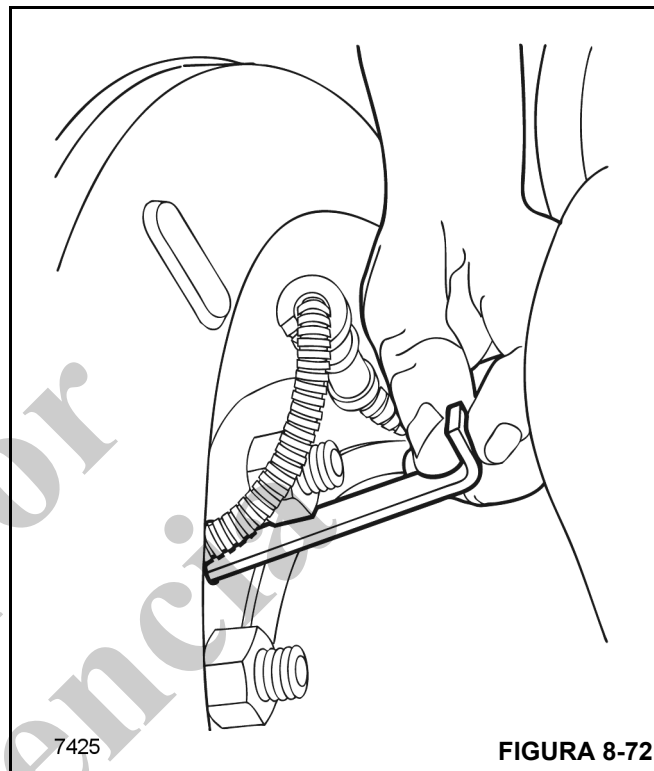

FIGURA 8-72
1. Deslice el extremo con muesca de una herramienta de ajuste de sensor de ABS (Figura 8-72) a través de la abertura de la cruceta de frenos hasta que descance contra el sensor (la herramienta pasará por el agujero con un ligero ángulo).